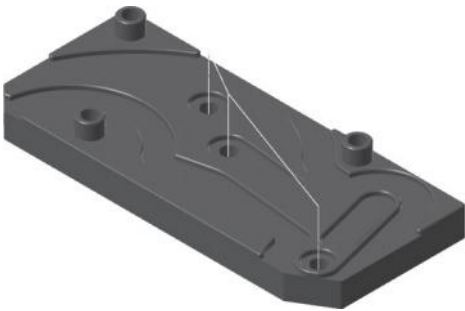

图 7-32 钻孔刀路
2) 继续在第 6 步：深孔啄钻（G83）刀路的目录下单击【参数】选项。系统弹出【2D 刀路 - 钻孔】对话框，单击【共同参数】选项卡，修改【工件表面】为 -6.0mm。单击【确定】按钮 ，单击【重新生成所有无效操作】按钮 ，生成刀路，如图 7-32 所示。